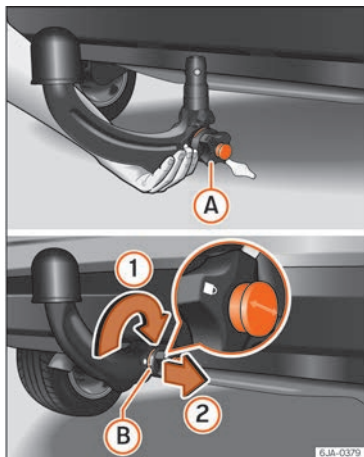

Fig. 236 Colocación de la barra de cabeza esférica/cierre de la cerradura y extracción de la llave.
- Sujete la barra de cabeza esférica desde abajo » fig. 236 e introdúzcala en el casquillo de sujeción hasta hacer tope y oír que encastra » ⚠.